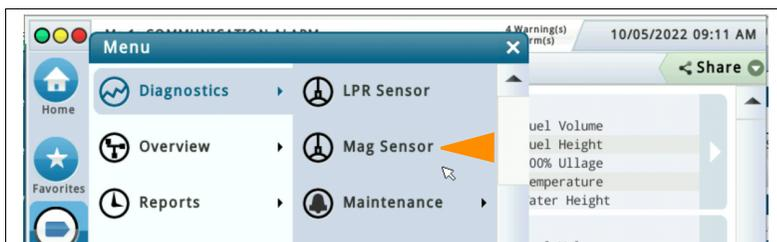

Figure 52. Accès à l'écran de diagnostic du capteur Mag
1. Sélectionnez Menu > Diagnostiques > Capteur Mag (voir la Figure 52) pour accéder à l'écran de diagnostic du capteur Mag (voir la Figure 53 et la Figure 54). Sélectionnez le capteur Mag pour lequel vous voulez afficher des informations (2, Figure 53).